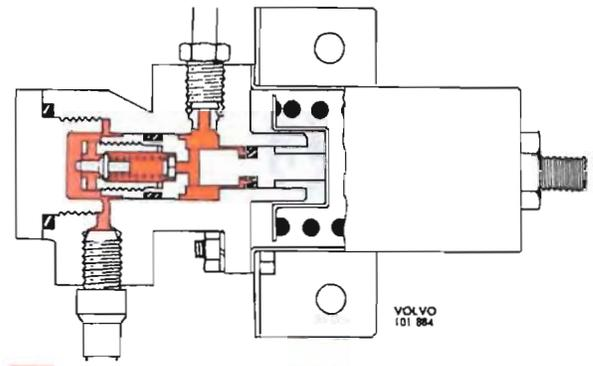

Abb. 47 Druckreduzierung
Nähert sich der hydraulische Druck dem Schließdruck, dann wird die Federkraft überwunden und der Kolben (21) nach rechts (im Sinne der Abbildung) verschoben. Durch den Druck der kleineren Feder (5) kann das Ventil (4) infolgedessen die Verbindung zwischen beiden Zylinderräumen schließen und sozusagen die Anlage in eine für Hinterräder und eine für Vorderräder aufspalten. Bei fortgesetztem Druckanstieg im Hauptzylinder und den Vorderradzylindern verschiebt die hydraulische Kraft im Zylinderraum (6) den Kolben nach links (im Sinne der Abbildung), der Ventilkolben bewegt sich gegen seinen Anschlag und öffnet das Ventil, wodurch der Druck im Zylinderraum (3) ansteigt. Aufgrund der größeren Druckfläche in diesem Zylinderraum wird der Kolben nach rechts (im Sinne der Abbildung) verschoben, wobei das Ventil schließt. Auf diese Weise ist der Ventilkolben kräftemäßig ausgeglichen und der am Bremskraftregler austretende Druck geringer als der eintretende, siehe Abb. 47. Für die Höhe der Druckreduzierung sind die Ausmaße der verschiedenen Flächen und die Federvorspannung bestimmend.